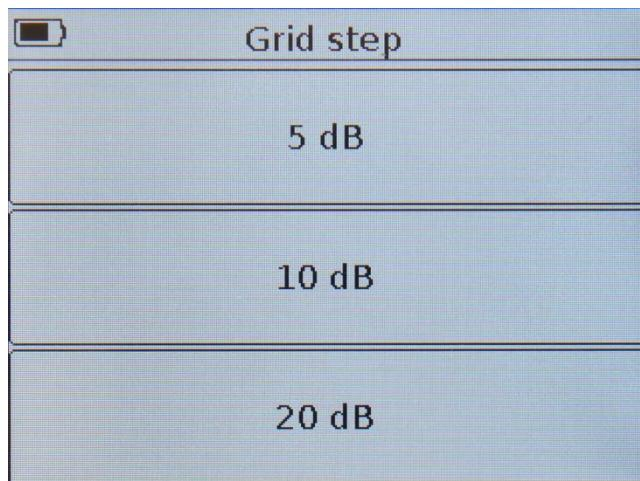

Рисунок 10.7 – Выбор шага вертикальной сетки в dB
- Войдите в меню **Plots** (Рисунок 9.6) и нажмите на поле с названием графика. На экране прибора появится меню выбора шага вертикальной сетки в децибелах (dB), рисунок 10.7.
- Для быстрого перехода из режима просмотра графика **LMag** в меню изменения шага вертикальной сетки (Рисунок 10.7) нажмите и удерживайте около двух секунд кнопку (14) «**PLOT**».